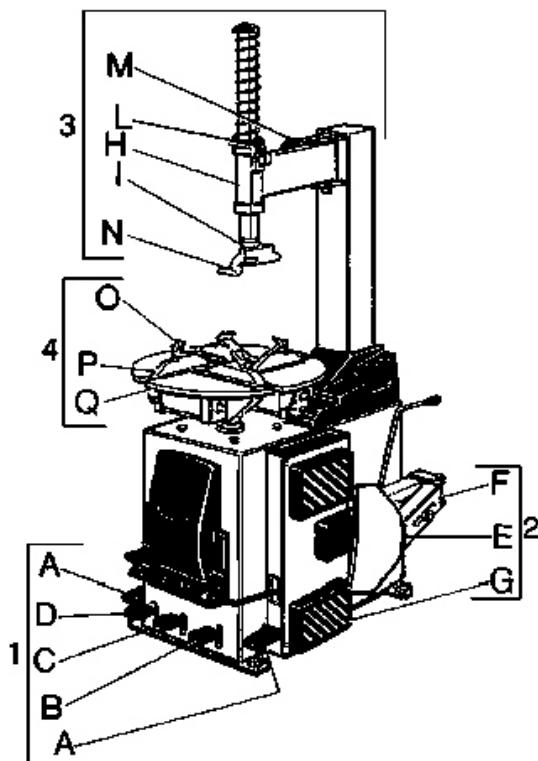
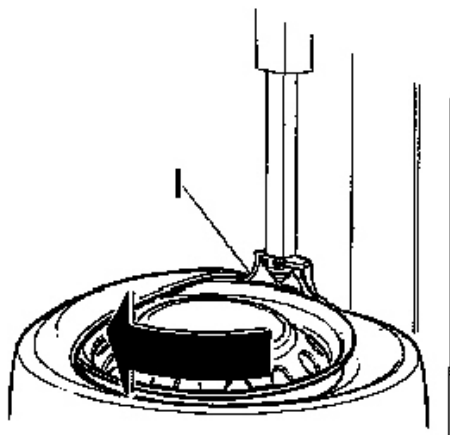

рис.25
рис.27
## ДЕМОНТАЖ (рис.25)
(см. рис. 27 и рис. 25)
Установить бортшины на край головки(I) и под рычаг отделитель (рис. 27);